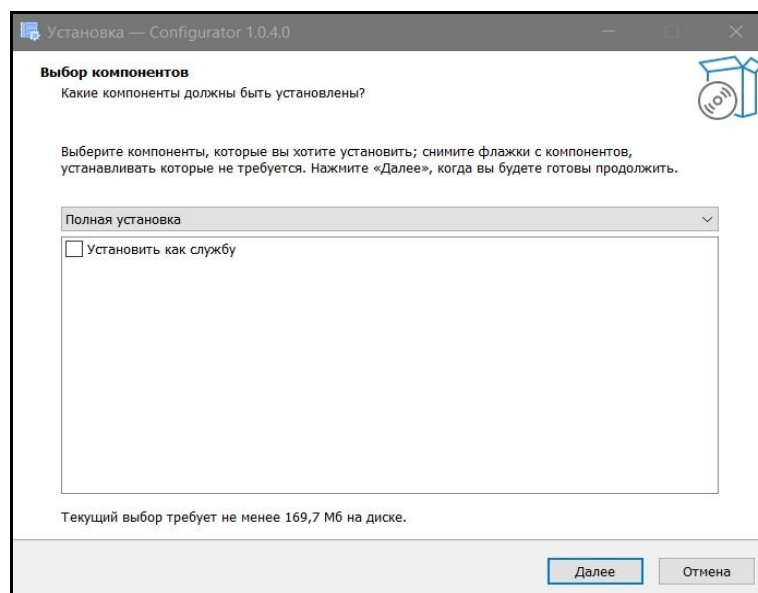

Рис. 1. Скриншот окна меню «Выбор компонентов»
- ✓ в выпадающем меню «Выбор компонентов» кликнуть на клавишу «Далее» (см. рисунок 1).